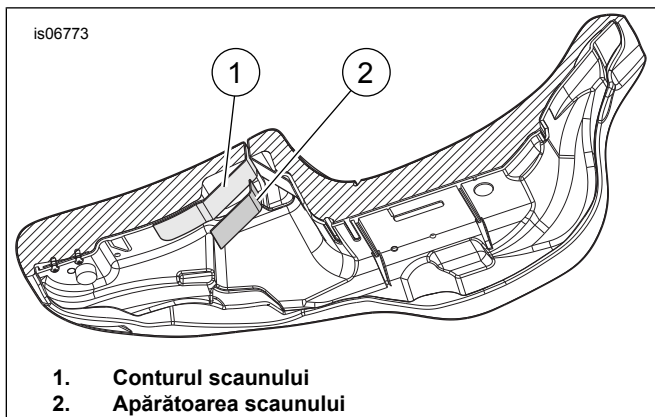

Figura 4. Partea inferioară a scaunului
13. A se vedea figura 4. Observați forma suprafeței pe care apărătoarea scaunului (2) o va acoperi și modelați ușor apărătoarea pentru a se potrivi mai bine conturilor scaunului (1).